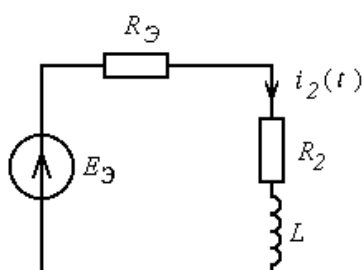

Рисунок 4.53
3. Для полученной схемы (рисунок 4.53) запишем дифференциальное уравнение $L \frac{di_2}{dt} + (R_3 + R_2)i_2 = E_3 \quad (3)$
5. Установившийся ток определим из уравнения (3) при $\frac{di_2}{dt} = 0$